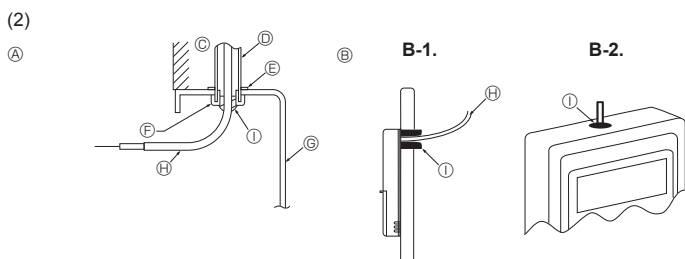

Fig. 6-3
(2) Vede a entrada de serviço do fio do controlo remoto com betume para evitar a invasão possível de gotas de condensação, água, baratas e vermes. (Fig. 6-3)